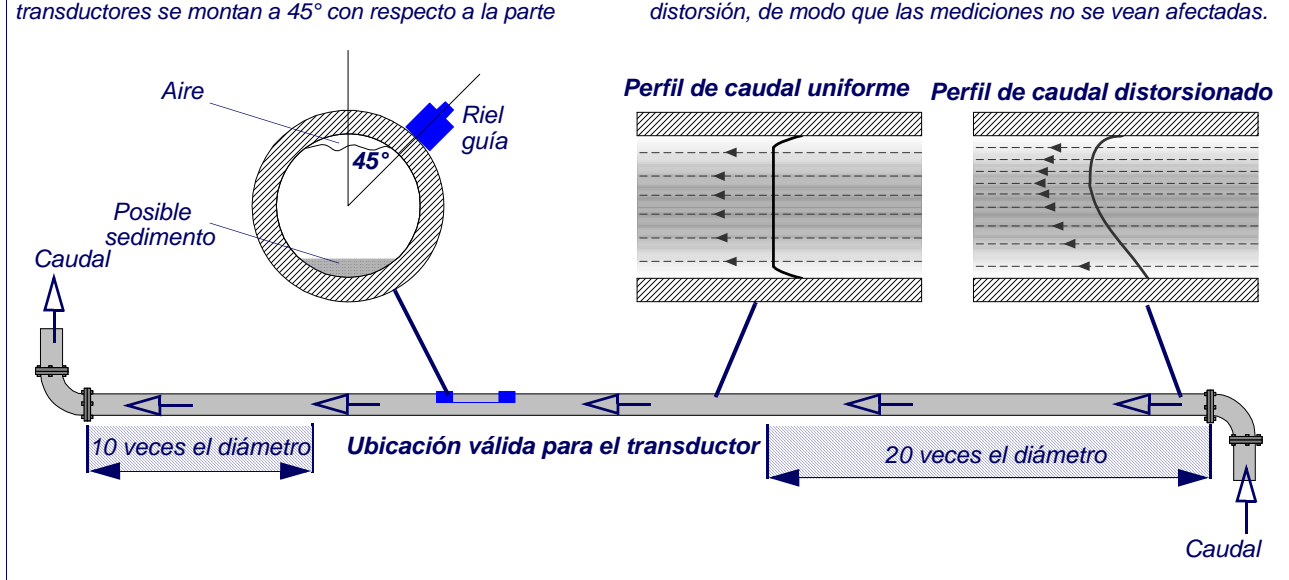

Figura 2.1 Ubicación de los transductores
Para obtener los resultados más precisos, el estado del líquido y de la pared de la tubería debe ser adecuado para permitir la transmisión de ultrasonido por el recorrido predeterminado. Es importante también que el líquido fluya de manera uniforme por la longitud de la tubería que se está supervisando, y que el perfil del caudal no se vea interrumpido por obstrucciones en las señales ascendente y descendente. La mejor manera de conseguirlo es asegurarse de que existe una longitud recta de la señal ascendente de la tubería de los transductores de al menos 20 veces el diámetro de la tubería y 10 veces el diámetro de la tubería en el lado de señal descendente, tal y como se muestra en la Figura 2.1. Las mediciones de caudal se pueden realizar en longitudes más cortas de tubería recta, de hasta 10 veces el diámetro en la señal ascendente y de 5 veces el diámetro en la señal descendente, pero cuando los transductores se colocan tan cerca de cualquier obstrucción, los errores que se puedan producir son impredecibles.
1. Antes de conectar los transductores, primero debe asegurarse de que la ubicación propuesta cumple los requisitos de distancia expuestos en la Figura 2.1, de lo contrario la precisión resultante de las lecturas de caudal puede verse afectada.